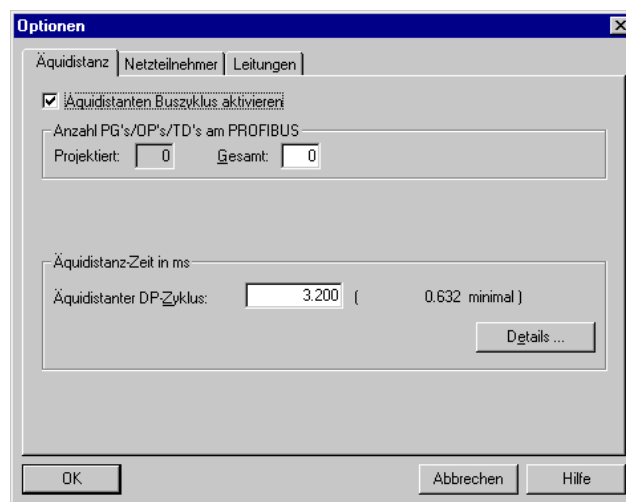

Bild 9-54 Aktivierung der Äquidistanz an der CPU
- ◆ Im Fenster Äquidistanz "Äquidistanten Profibus" aktivieren (vgl.: Bild 9-54).